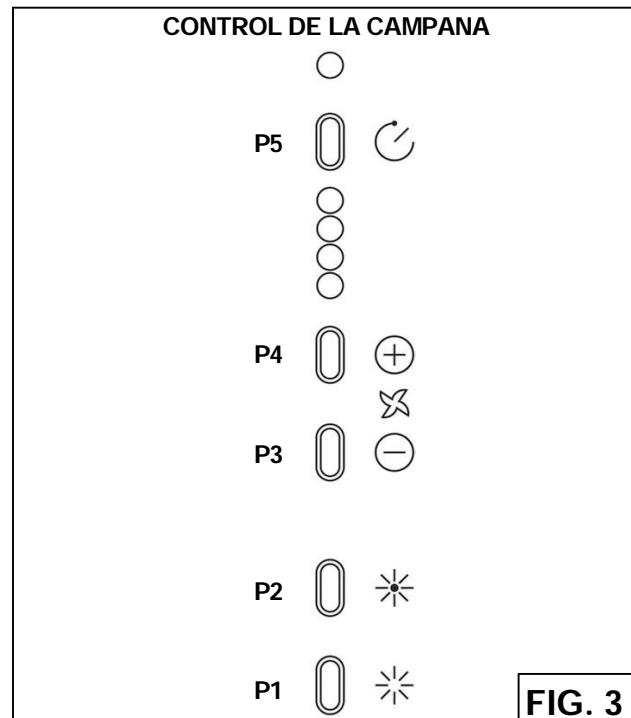

FIG. 3
3. En 3 segundos presione P5 en el control de la campana. (Fig.3) El BEEP confirma que el proceso de vinculación se ha realizado correctamente.